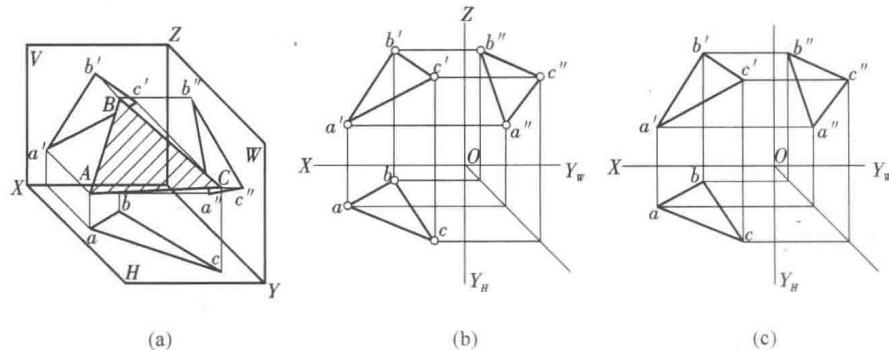

图 1-13 一般位置平面
从平面的表示形式中我们发现,平面图形是由线段和线段之间的交点组合而成的,因此,求其平面的投影,就是求平面的这些线段和线段之间的交点的投影,然后将其各点的同名投影依次连线,即为平面的投影,如图 1-13 所示。
(3) 倾斜于三个投影面的平面,称为一般位置平面,如图 1-13 所示。